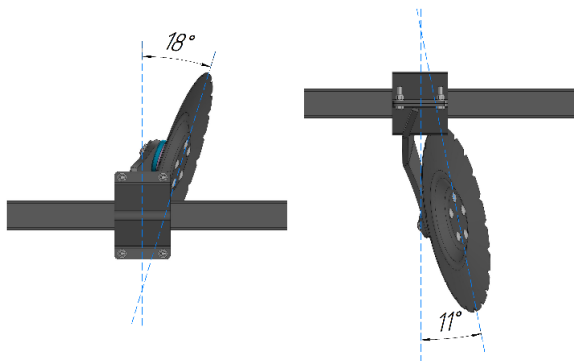

Рисунок 12 – Углы атаки и врезания режущего узла
9.1 Рабочими органами агрегата являются установленные на индивидуальных стойках, наклонно к вертикали и с углом атаки, сферические диски. На агрегате угол атаки (рисунок 12) составляет 18°. Это позволяет лущильнику эффективно подрезать растительные остатки.